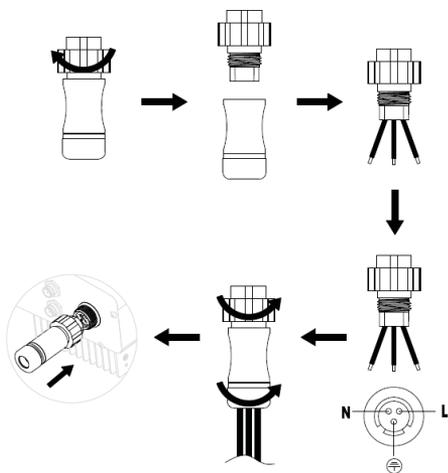

Figure 16. Connexion à courant alternatif d'un convertisseur monophasé
- (1) Avant de brancher le câble monophasé du réseau à courant alternatif au convertisseur, prenez des mesures de protection anti-foudre et contre un court circuit conformément aux règles locales relatives à la sécurité électrique ;
- (2) Branchez et fixez, comme montré sur la Figure 16, les fils conducteurs L, N et PE du réseau monophasé à courant alternatif à la borne à courant alternatif et serrez jusqu'à 0,5 Nm. Montez la borne à courant alternatif et serrez-la par 2,5-3 Nm et ensuite, branchez la borne au port à courant alternatif du convertisseur.
- (3) Branchez le câble à courant continu du module photovoltaïque au connecteur à courant continu mis à disposition par notre société et ensuite, branchez le connecteur à courant continu à la borne à courant continu du convertisseur.